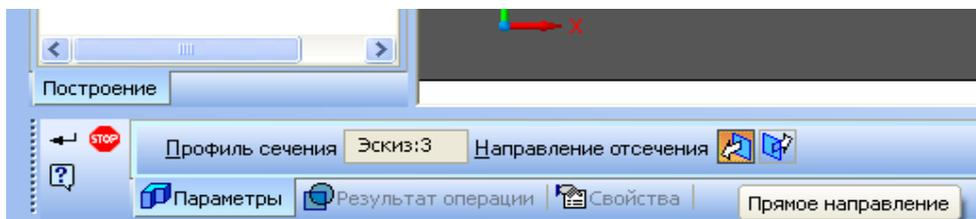

Рис. 27
23. Направление отсечения – «*прямое*» (рис. 27).